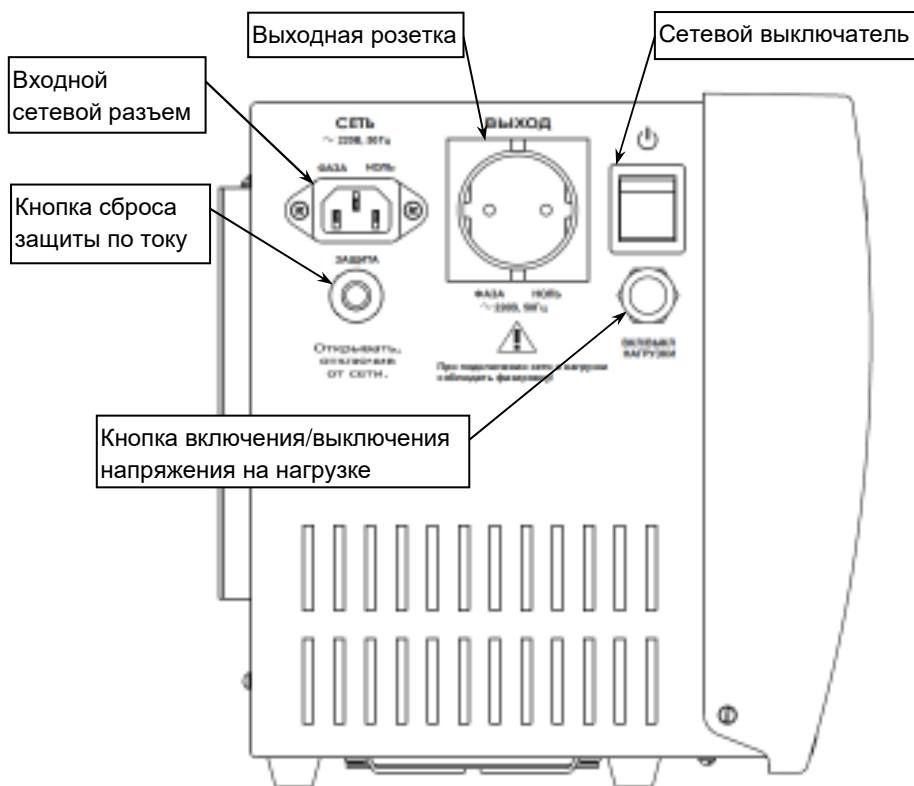

Рисунок 2 — Вид изделия слева
На левой стенке корпуса изделия размещены: входной сетевой разъем, автоматический предохранитель с кнопкой сброса защиты при его срабатывании, выходная розетка, сетевой выключатель и кнопка включения/выключения выходного напряжения на нагрузке (см. рисунок 2).
- Включить изделие, установив сетевой выключатель в положение «ВКЛЮЧЕНО» (I). При наличии входного сетевого напряжения в допустимом диапазоне (см. п.2 таблицы 1), изделие включит графический индикатор, заряд АКБ и подаст напряжение на нагрузку в режиме «ОСНОВНОЙ»;
- Чтобы выключить изделие, необходимо установить сетевой выключатель изделия в положение «ВЫКЛЮЧЕНО» (O) и длительно (до звукового сигнала) нажать кнопку включения/выключения напряжения на нагрузке (см. рисунок 2). Изделие выключит графический индикатор, заряд АКБ и напряжение на нагрузке.
Длительно, до звукового сигнала нажмите кнопку (см. рисунок 2) изделие выключит выходное напряжение, все сегменты индикатора погаснут.
Переключите сетевой выключатель в положение «ВЫКЛЮЧЕНО» (O). Длительно, до звукового сигнала нажмите кнопку (см. рисунок 2). Прозвучит четырехкратный бип-сигнал, сегмент  индикатора включится, изделие перейдет в режим питания нагрузки от АКБ («РЕЗЕРВ»).